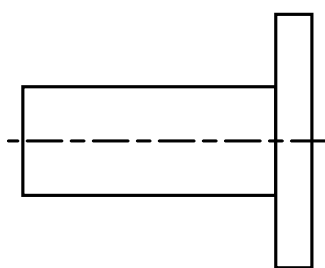

Рис.2
- приварить фланцы к прямолинейным отрезкам трубы (к трубопроводу) таким образом, чтобы ось прямолинейного отрезка (трубопровода) была перпендикулярна плоскости фланца, прилегающей к ППР (рис.2);